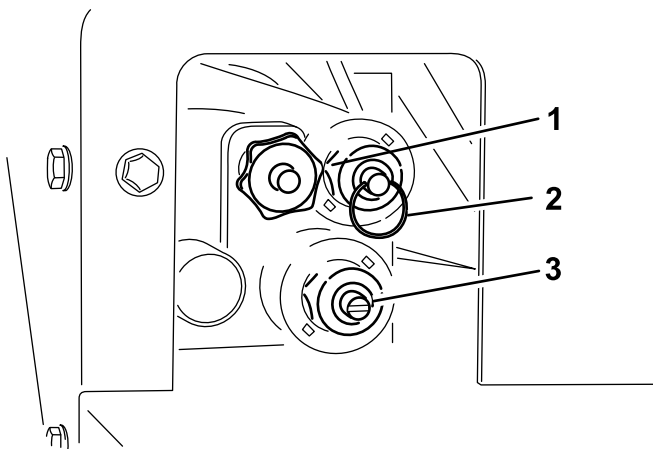

Bild 26
Der Zugang zur Übersteuerung befindet sich an der Fahrerseite der Hydraulikanlage (Bild 26).
- Drücken Sie den Ring am Ventilschafts hinein, um den Füllkasten anzuheben (Bild 26).
- Ziehen Sie am Ring am Ventilschafts, um den Füllkasten abzusenken (Bild 26).
- Sie können die Tellerstreuer-Geschwindigkeit (Bild 26) erhöhen, wenn Sie mit einem flachen Schraubenzieher nach rechts drehen, oder Sie können sie verringern, wenn Sie nach links drehen.
- Drehen Sie das Handrad nach rechts, um die Flurförderer-Geschwindigkeit einzustellen (Bild 26). Die maximale Geschwindigkeit für den Förderer wird im farbkodierten Betriebssystem gemacht, daher kann diese Einstellung ohne Hydraulikfluss vorgenommen werden. Dies ist besonders relevant, wenn die Fangbox mit Sand gefüllt ist.